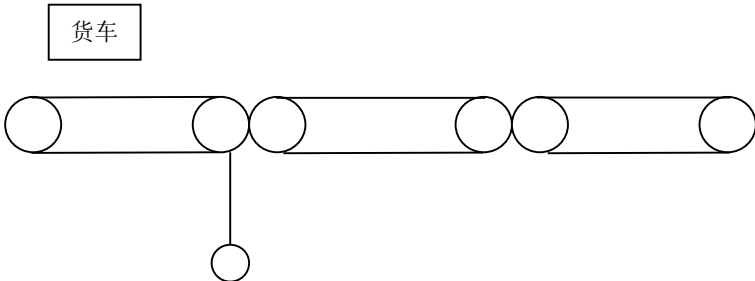

图 5- 47 多条传送带工艺流程图
2. 多条传送带起动和停止如图 5- 47 所示。起动按钮按下后，电动机 M1 接通。S1 接通后电动机 M2 接通，当 S2 接通后电动机 M1 停止。以后几个传送带动作类推。采用 Pico 控制器，设计其梯形图程序。